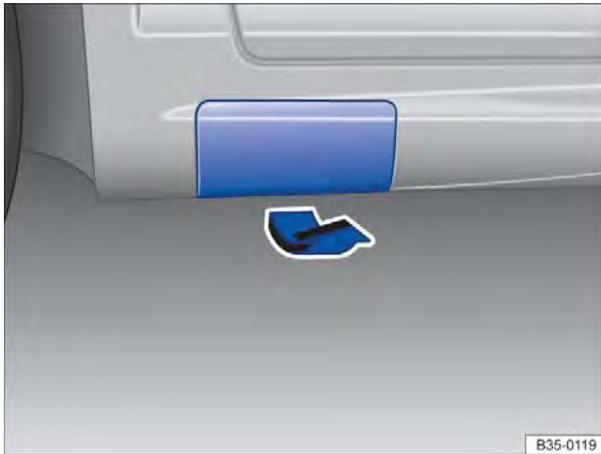

Fig. 236 Atrás no lado esquerdo do veículo: reba-
O macaco pode ser colocado somente nos pontos de recepção do macaco mostrados e somente com a cobertura aberta \Rightarrow Fig. 236. É válido o ponto de apoio localizado próximo à roda correspondente \Rightarrow .
- Retirar a cobertura da soleira lateral: para isso, puxar com força, mas com cuidado, na direção da seta. A cobertura é fornecida com uma cinta de fixação ⇒ Fig. 236.